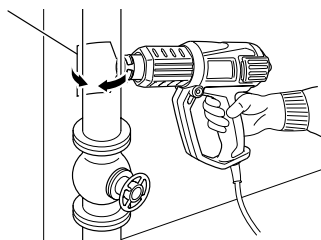

Fig. 11
6. Dégivrage des canalisations d'eau (Fig. 11)